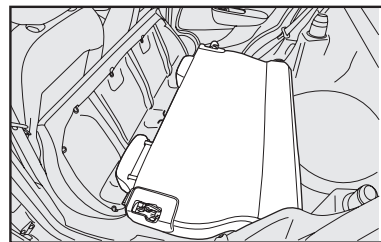

fig. 95
5) Incline hacia adelante el respaldo haciendo pasar lateralmente los cinturones seguridad, de manera que se obtenga una superficie de carga única **fig. 95**.